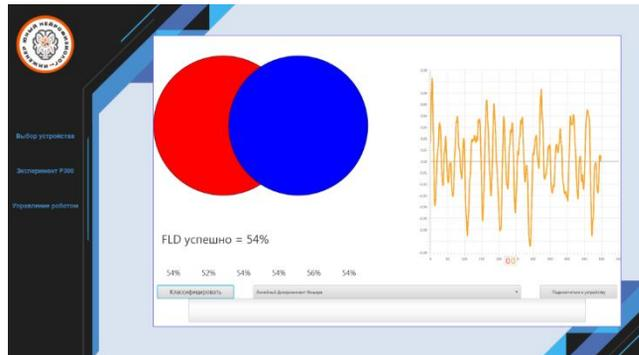

Рисунок 2
4. Убедитесь в работоспособности подключения датчиков, соответственно рис.2
- Рис.2. Схема подключения оборудования
Для распознавания направления взгляда человека-оператора на определенную стрелочку, в начале производится обучение системы (создание персонального классификатора). После обучения системы появляется результат успешности ее обучения, где показателем качества созданного классификатора является процент соответствия фактического направления взгляда и вшитой математической модели машины. Чем выше процент соответствия(рис.2), тем выше точность распознавания предъявленного сигнала, от которого зависит эффективность управления робототехнической моделью – в нашем случае, поднятие флагов на флагштоке.